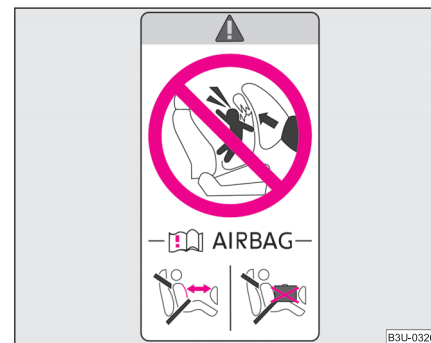

Fig. 124 Autocolant pe stâlpul central al ușilor, partea pasagerului din dreapta
- **Asupra acestui aspect atenționează și autocolantul amplasat pe partea dreaptă, pe stâlpul central al ușilor ⇒ fig. 124. Eticheta poate fi observată după deschiderea ușii pasagerului din dreapta.**